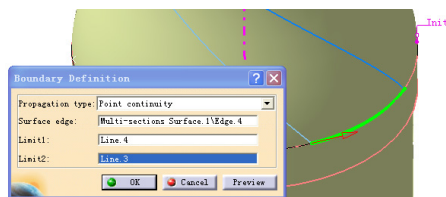
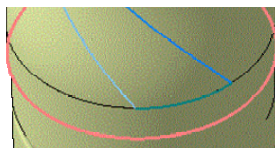

图 4-485
图 4-486
② 如图 4-485 所示, 使用放样曲面 Muti-sections Surface.1 下方的边界线重复步骤①的操作, 单击 OK 按钮完成第二条边界线的建立, 结果如图 4-486 所示。